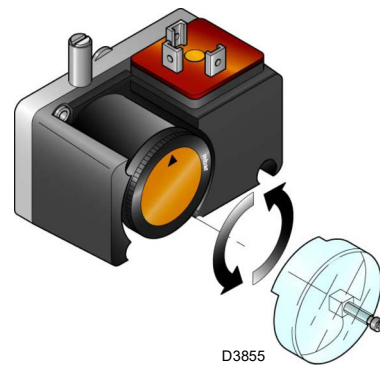

Abb. 31
- Den Mindest-Gasdruckwächter (Abb. 31 auf Seite 33) auf den Skalenanfangswert stellen.
Nach erfolgter Einstellung des Brenners, der Gasventile und des Stabilisators der Gasarmatur den Gas-Mindestdruckwächter (Abb. 31) einstellen.